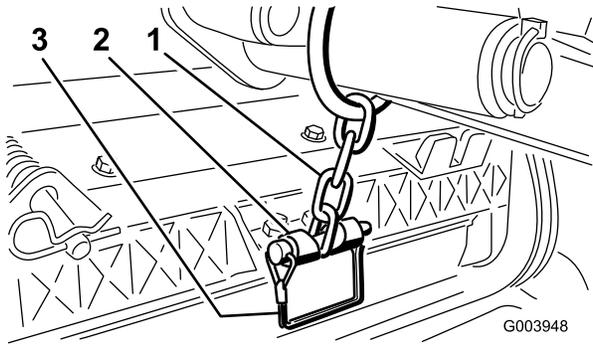

Bild 10
13. Befestigen Sie die Hubarmkette Ständer mit dem Einraststift an der Kettenhalterung (Bild 10).